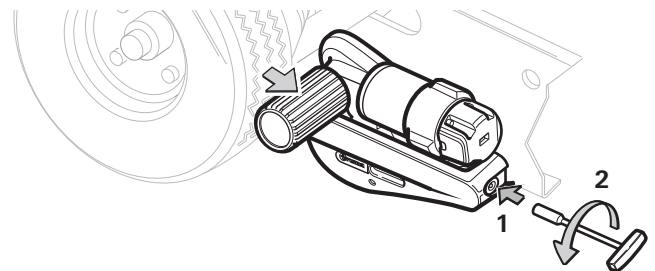

Afbeelding 7
- Toets (afbeelding 7 - 2) op de afstandsbediening ca. 5 seconden indrukken en vervolgens loslaten. De aandrijfrol draait weg van de band. Nadat de aandrijfrol helemaal in de eindstand terug is gedraaid van de band gaat hij ten slotte weer een paar millimeter vooruit om het mechaniek te ontlasten. Hierop moet worden gewacht! Het lampje (afbeelding 7 - 1) knippert tijdens het proces.